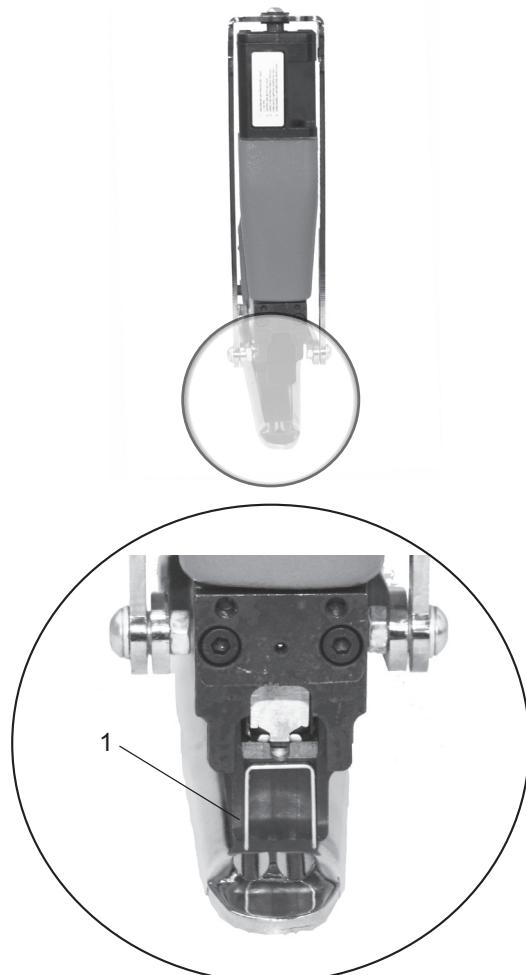

Fig. 10
- Legen Sie eine lose Klammer in die Düse (Fig. 10/1).